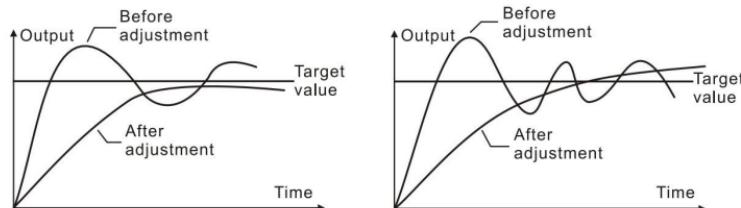

Figura 6-15 Suprimir salida**Exceso del control PID**
- 6) Consulte las descripciones en la Figura 6-15/6-16 para la aplicación específica.